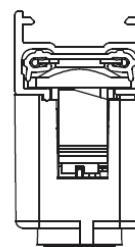

Fig. 4
3. Faites pivoter l'ADAPTATEUR jusqu'à ce que le LEVIER DE VERROUILLAGE s'enclenche en place. (Fig. 4).